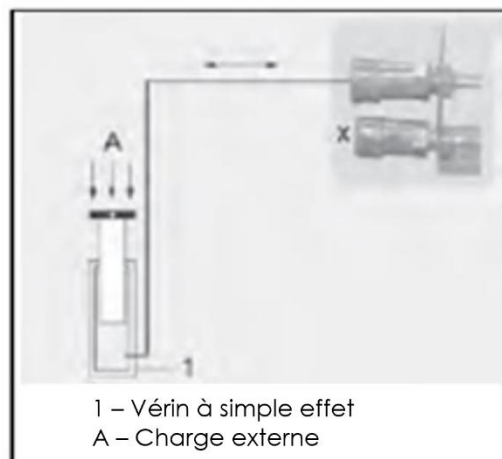

Fig. 116 - VÉRIN À SIMPLE EFFET
1. Raccordez une extrémité du port hydraulique au vérin à simple effet comme indiqué sur la fig.116. La pression hydraulique est alors correctement transmise au vérin. Cependant, lorsque la pression hydraulique est relâchée, le vérin ne se rétracte que sous l'effet d'une force extérieure, telle que l'énergie potentielle.